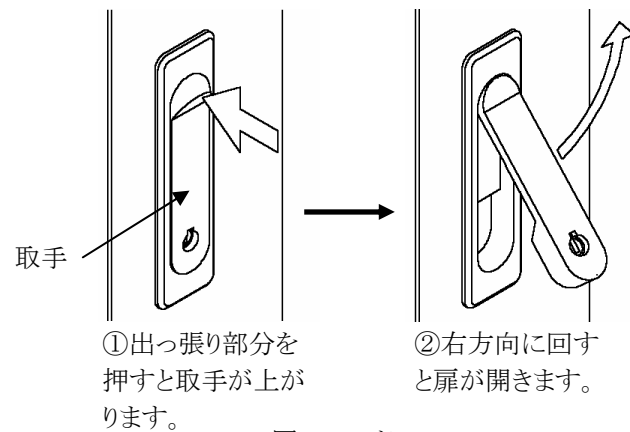

図2 ハンドル
■扉の開閉 (図2)
- ① ハンドルの出っ張り部分を押し、取手を起こします。
- ② 取手を右方向に90°回転させ、扉を開けてください。
- ③ 扉を閉め、取手を左方向に回すとロックがかかります。取手の下部を押してください。